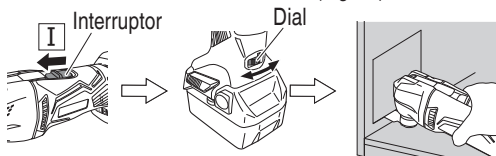

Fig. 12
1. Encienda la unidad y utilice el dial para ajustar la velocidad de la herramienta de aplicación. (Fig. 12)
2. Coloque con suavidad la herramienta de aplicación sobre el material y mueva la herramienta de aplicación hacia delante a un ritmo en el que el movimiento no sea ralentizado. (Fig. 12)